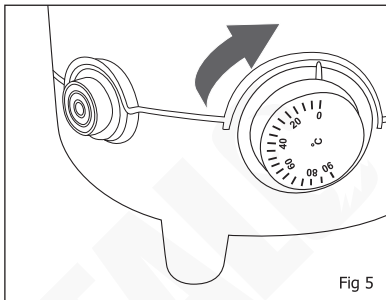

Fig 5
- Das Thermostat auf die gewünschte Temperatur einstellen (Abb. 5).